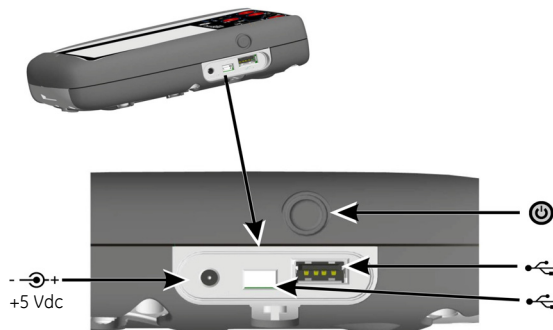

Fig 2, zijaanzicht
1. Sluit de dc-voeding/batterijlader aan op de +5VDC aansluiting aan de zijkant (zie Fig 2, zij aanzicht).
2. De batterij kan ook via de USB-aansluitingen worden opgeladen (zie Fig 2, zij aanzicht).
Vanuit stilstand: druk op de stroomknop (zie Fig 2, zijaanzicht), totdat het dashboard wordt weergegeven.